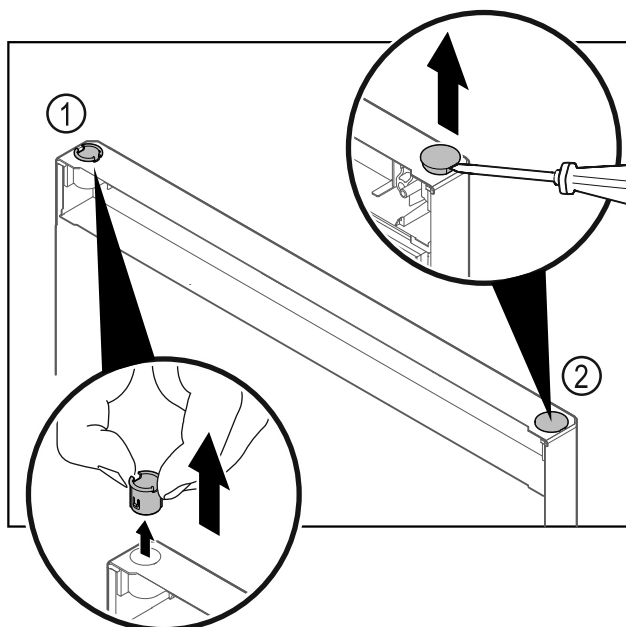

Fig. 14
- ▶ Wyjąć palcami tuleję zawiasu Fig. 14 (1).
- ▶ Zatyckę ostonki Fig. 14 (2) ostrożnie podważyć przy pomocy śrubokręta płaskiego i wyjąć.